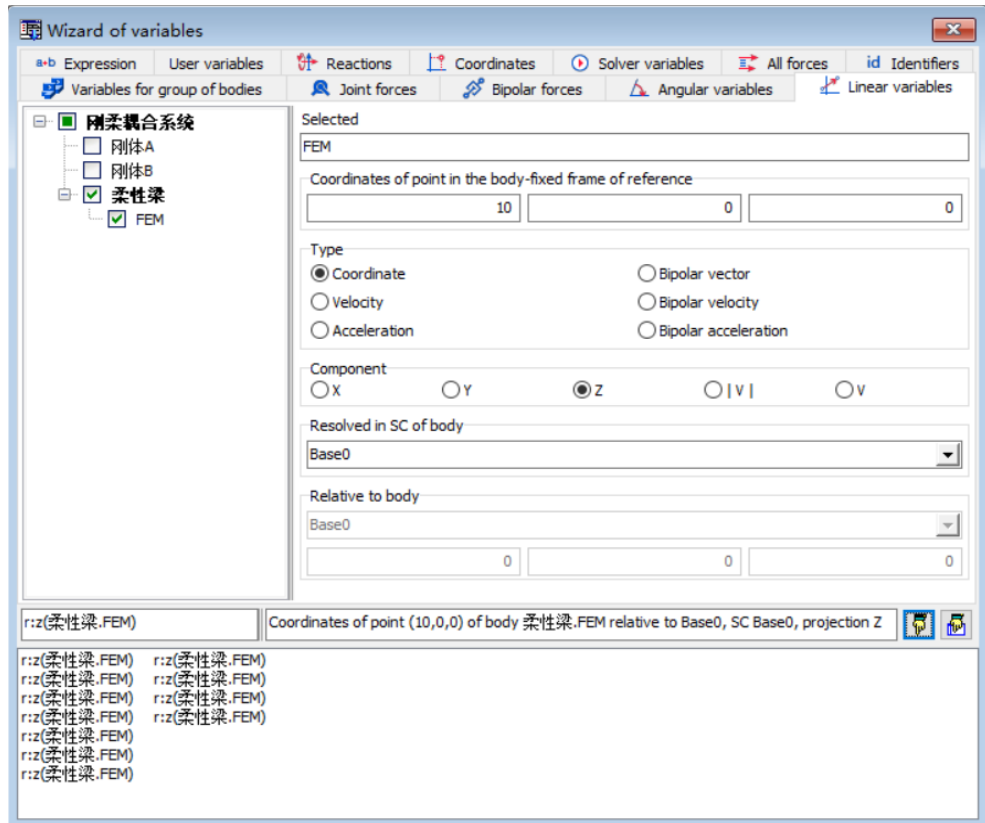

图 2-118
- 3) 选择主菜单 **Tools** → **Wizard of variables...** 打开变量向导（或点击工具栏按钮 ），定义**柔性梁 FEM** 的垂向位移变量（从点 $(0, 0, 0)$ 到点 $(10, 0, 0)$ 每米取一个点，共计 **11** 个），如图 2-118。